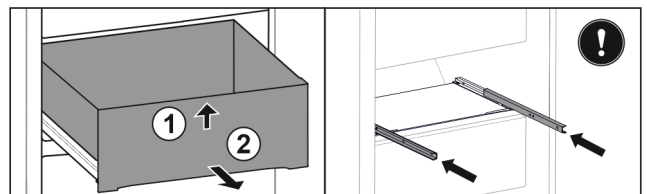

Fig. 48
- ▶ Повдигнете чекмеджето отпред. Fig. 48 (1)
- ▶ Извадете чекмеджето напред. Fig. 48 (2)